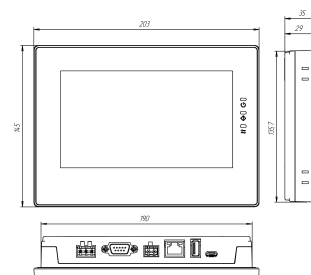

Рисунок 5.1 – Габаритные размеры СПОТ-07.Т
3. Вставить крепежные зажимы в вырезы на боковых сторонах корпуса (см. рисунок 5.1 и 5.2).